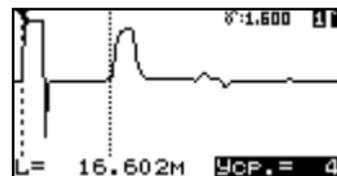

Рисунок 34
- **Усреднение**, кнопками  $\blacktriangle$ ,  $\blacktriangledown$  можно установить количество усреднений до 255 (рисунок 34).